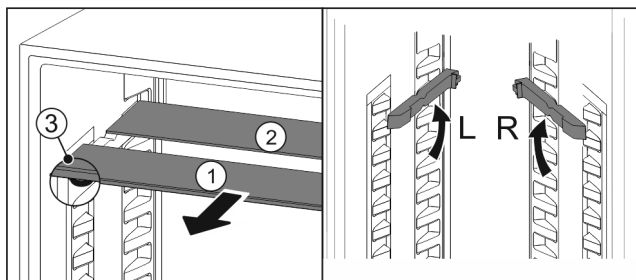

Fig. 45
- Trekk glassplatene enkeltvis fremover og ut Fig. 45 (1).
- Glassplate Fig. 45 (1) med pyntelist ligger foran.
- Stoppere Fig. 45 (3) peker nedover.